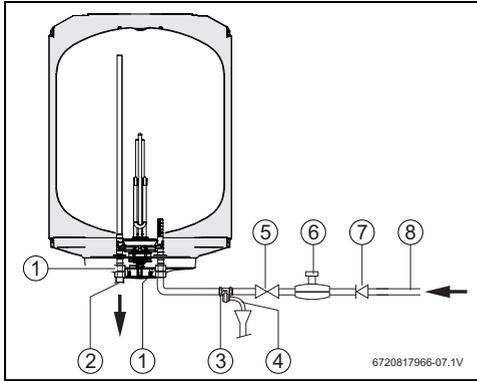

Fig. 10 Toma de agua
Para evitar averías por oscilaciones de presión repentinas en el suministro de agua, se recomienda instalar una válvula antirretorno intercalada en el acumulador (Fig. 10, [7]).
- ▶ Montar la válvula de seguridad en la conexión de agua fría del acumulador de agua caliente (Fig. 10).
- ▶ Instale la válvula de reducción de presión (Fig. 10).